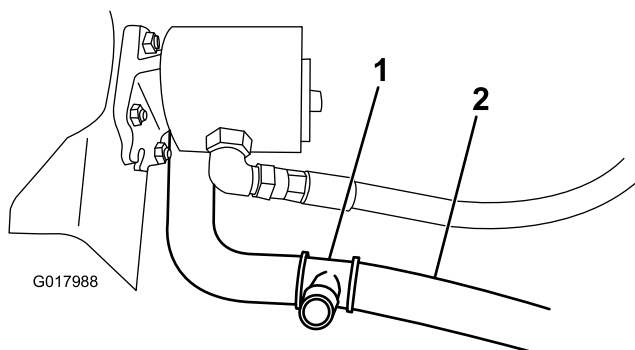

図 11
2. 下ラジエターホースの90度の曲がり部分からホースの中心線で測って90 mm のところを切断する 図 11。
3. 切断した部分に字フィッティングを入れ、幅広のホースクランプ2個で固定する 図 11。